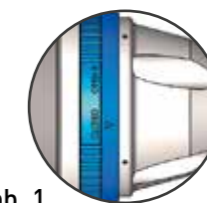

Abb. 1 Ansicht blauer Ring geöffnet
2. Drehen Sie den blauen Ring auf OPEN (Abb. 1).